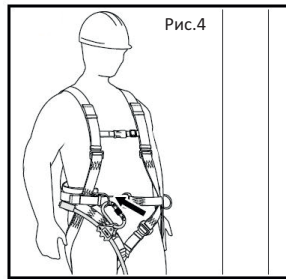

Рис.4
- Присоедините овальный карабин к правому элементу крепления на поясном ремне (или к левому – для пользователя-левши) для рабочего позиционирования (рис. 4).